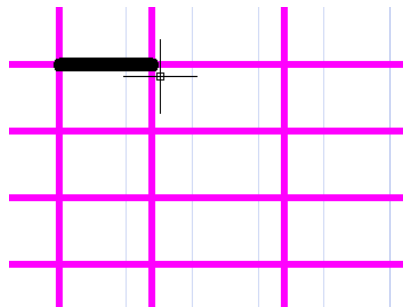

Рисунок 4.4
– подвести курсор к следующей точке пересечения линий разметки. После захвата точки режимом Привязка, появления маркера – выполнить *КЛК* (рис. 4.4)